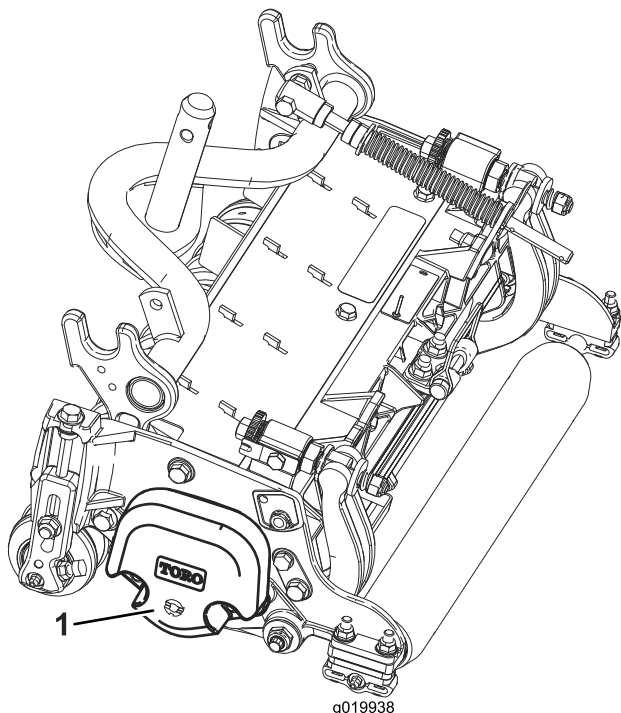

Figura 3
5. Asigurați-vă că ai montat contragreutatea (Figura 3) la capătul corespunzător al unității de tăiere, conform descrierii din *Manualul operatorului* unității de tăiere.